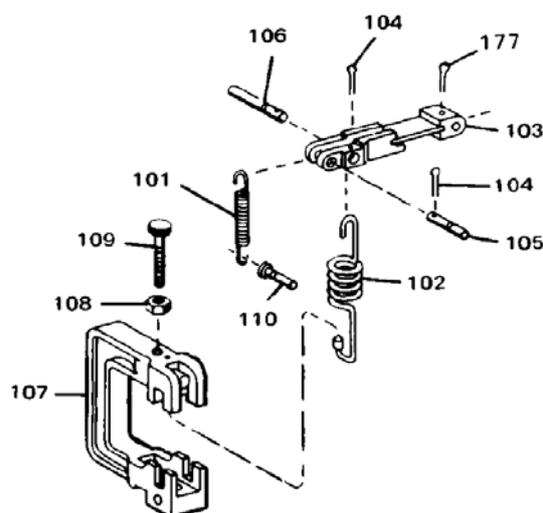

Рис. 3-4. Покомпонентный чертеж регулировки низкой скорости
На остановленном регуляторе ослабьте контргайку (108, рис. 3-4) и отрегулируйте стопорный винт низких оборотов (109). Вращение регулятора при выполнении этой настройки вызывает застревание плунжера управляющего клапана во втулке управляющего клапана.